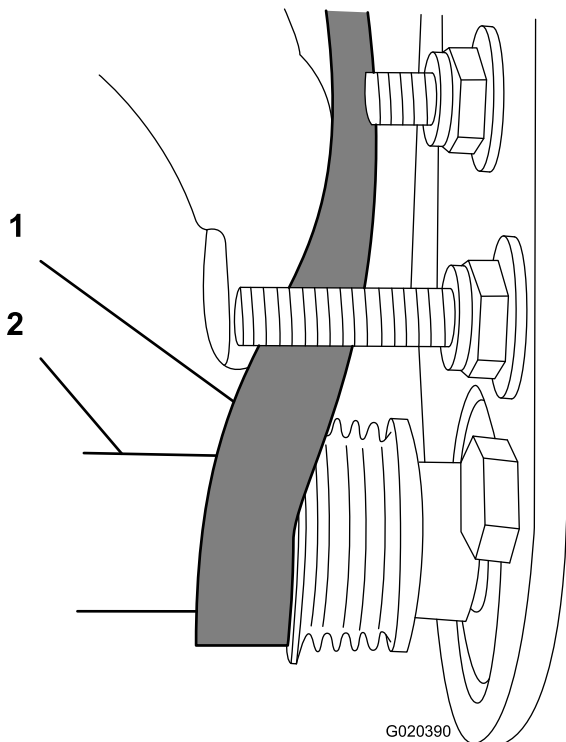

Bild 25
- C. Drehen Sie die Bürste mit einem 9/16"-Sechskantschlüssel und verlegen Sie den Riemen auf der Antriebsriemenscheibe (Bild 25).